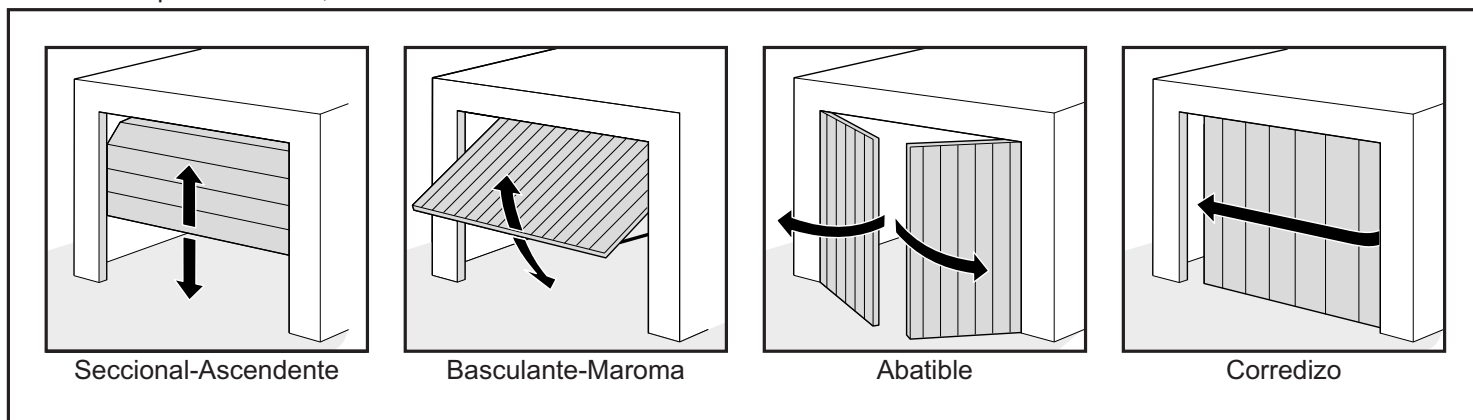

Fig.1
- El Abrepuertas de Garage está diseñado para Portones de uso Residencial (Fig.1), Operación Seccional-Ascendente, Basculante-Maroma, Abatible, Corredizo, Etc.